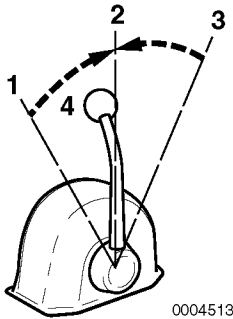

Abbildung 2
Der Gasgriff (**Abbildung 2, (4)**) dient zur Steuerung von Beschleunigung und Abbremsung. Den Griff langsam bewegen.
2. Beim Wechsel zwischen den Stellungen VORWÄRTS (**Abbildung 2, (1 oder 3)**) und RÜCKWÄRTS (**Abbildung 2, (3 oder 1)**) den Griff zunächst in die Position NEUTRAL (**Abbildung 2, (2)**) setzen und dort kurz verweilen, bevor langsam auf die gewünschte Position geschaltet wird. NIEMALS abrupt von VORWÄRTS auf RÜCKWÄRTS oder umgekehrt schalten.